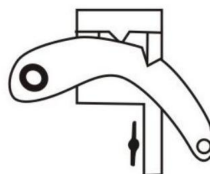

Fig.2.
En prenant toutes les précautions nécessaires, prenez la charge avec le cric (c'est-à-dire soulevez légèrement la charge) et assurez-vous que la poignée est en position **COMPLÈTEMENT DROITE**, actionnez le loquet d'inversion (20) de manière à ce qu'il soit en position « basse », c'est-à-dire que l'encoche du loquet se dégage de l'encoche de l'interrupteur d'inversion (voir fig. 2). En tenant fermement la poignée, pompez-la comme vous le feriez pour « soulever une charge ».